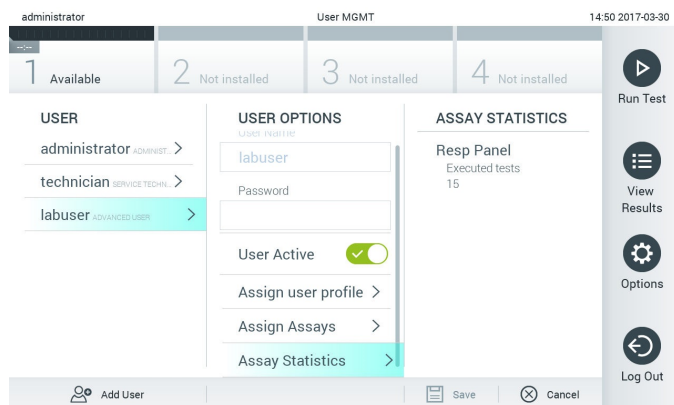

Figura 55. Vizualizarea statisticii testelor.
- **Assay Statistics** (Statistică teste): Indică de câte ori a fost rulat un test de către utilizatorul selectat (Figura 55).